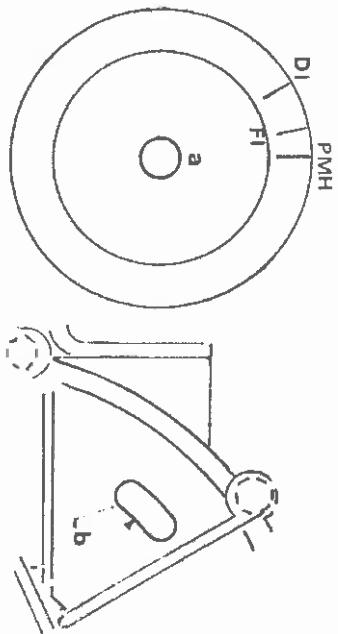

Fig. D 4
3.1. LES REPÈRES FRAPPES SUR LE VOLANT SONT [a fig. D 4]
- L'index fixe (b fig. D 4) est une saignée dans la lumière côté gauche du filas que d'inverseur.
3.1 THE MARKS STAMPED ON THE FLYWHEEL ARE [a fig. D 4]
- The fixed index (b, fig. D 4) is a notch in the opening on the side of reversing gear flange